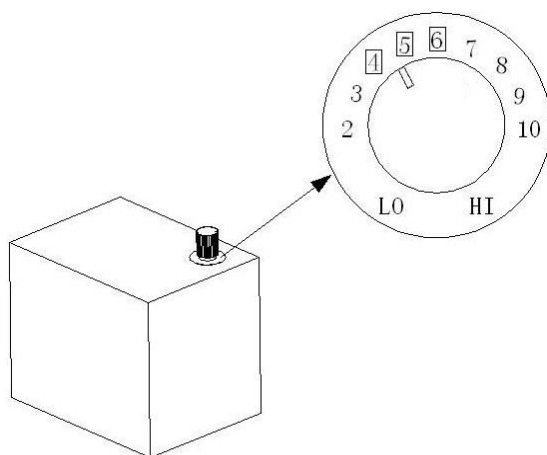

图 3-5
- ①. 温度的调整：在机器的控制板罩子的上方，打开盖板，即可明显看到一电位器，顺时针方向转温度较高，温度太高或太低，粘合效果都不好，所以不要一次调太多，除非电压差距太大，否则调在 4 至 5 之间即可（如图 3-5）。